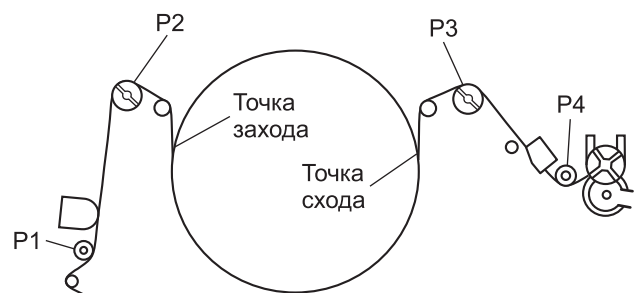

Рис. 10. Расположение постов
2. Измеряем натяжение ленты на участке между головкой полного стирания и постом Р2 (см. рис. 10) с помощью измерителя (VFK 0132). Показание измерителя должно находиться в пределах 22,5...27,5 г.